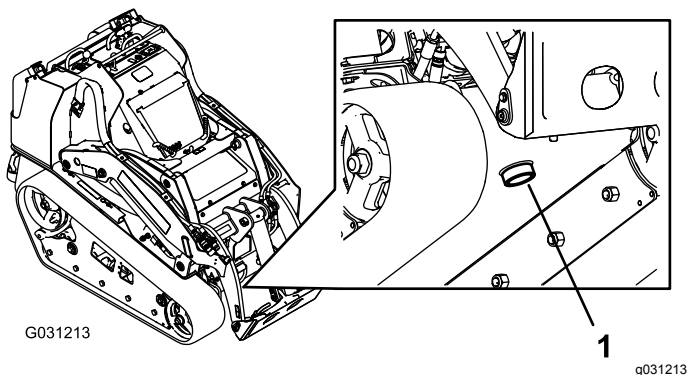

Figura 73
7. Posizionate una grossa bacinella di spurgo della capacità di 57 litri sotto il tappo di spurgo nella parte anteriore della macchina (Figura 73).
8. Togliete il tappo di spurgo e lasciate defluire l'olio nella bacinella (Figura 73).